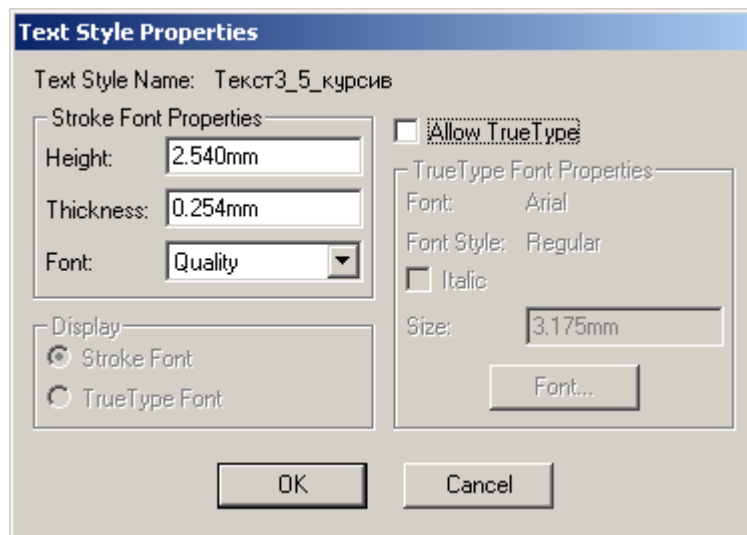

Рис. 6 Окно команды **Text Style Properties**.
- 4.4 В окне **Style Name** введите имя **Текст3_5_курсив**. Желательно давать создаваемым элементам осмысленные имена для упрощения работы. Нажмите кнопку **OK**. После нажатия этой клавиши появится окно **Text Style Properties** (свойства стиля текста), изображенное на рис. 6.
- 4.7 В окне **Text Style Properties** (рис. 6) в графе **Size** установите высоту букв **3.5mm**.